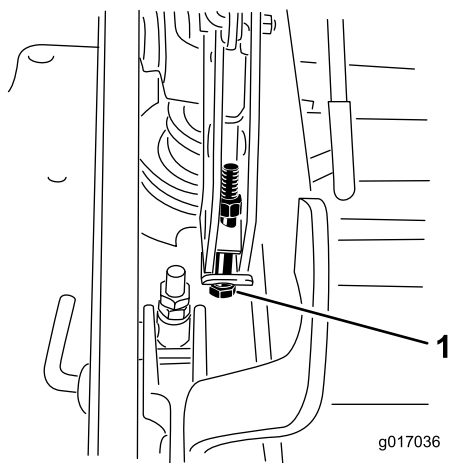

Figure 90
13. Si le tablier est trop bas, serrez le boulon de réglage monopoint dans le sens horaire. Si le tablier est trop haut, desserrez le boulon de réglage monopoint dans le sens antihoraire (Figure 90).
14. Serrez les 2 boulons au bas de la plaque de hauteur de coupe (Figure 90).